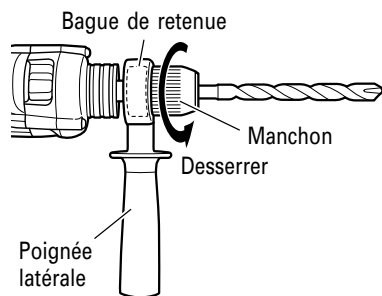

Fig. 4
Lorsque le manchon ne se relâche plus, fixer la poignée latérale à la bague de retenue, tenir la poignée latérale fermement, puis tourner le manchon pour le desserrer manuellement. (Fig. 4)
9. Vérification du sens de rotation (Fig. 4) (DV13VSS, DV16VSS uniquement)